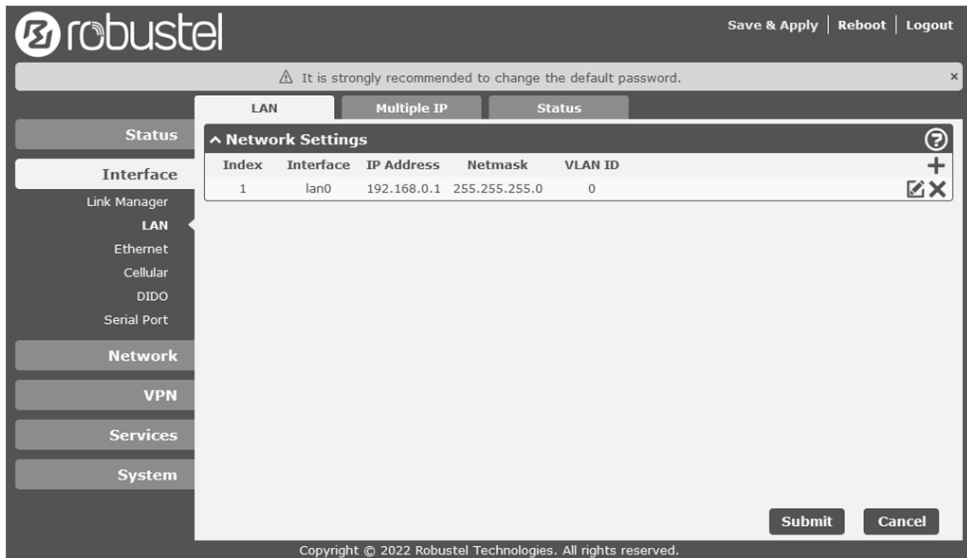

Рисунок 19 – Вкладка «LAN» подпункта «LAN»
3.5.13.24 В подпункте «LAN» (рисунок 19) можно задать настройки сетевого подключения роутера, его IP-адрес, настройки DHCP. Для редактирования параметров нажать кнопку .